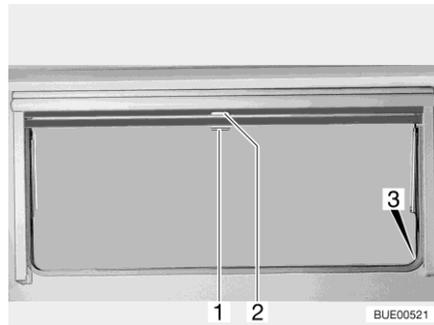

Fig. 74 Ventana abatible
- Tirar del tirador (Fig. 74,2) de la persiana oscurecedora enrollable hacia abajo. Cuando la persiana oscurecedora enrollable se cierre por completo, encajarla en el bloqueo (Fig. 74,3) a ambos lados del marco de la ventana.
- Cuando la persiana oscurecedora enrollable está completamente cerrada: Presionar el tirador (Fig. 74,2) hacia abajo y tirarlo ligeramente hacia dentro. Desenganchar la persiana oscurecedora enrollable de los bloques a izquierda y derecha del marco de la ventana.
- Cuando la persiana oscurecedora enrollable se encuentre en una posición intermedia: Tirar ligeramente del tirador (Fig. 74,2) hacia abajo, hasta que se hay soltado el bloqueo.
- Tirar la mosquitera enrollable hacia abajo por el tirador (Fig. 74,1) y engancharla en el bloqueo (Fig. 74,3) a ambos lados del marco de la ventana.
- Presionar el tirador (Fig. 74,1) hacia abajo y tirarlo ligeramente hacia dentro. Desenganchar la mosquitera enrollable de los bloqueos a izquierda y derecha del marco de la ventana.